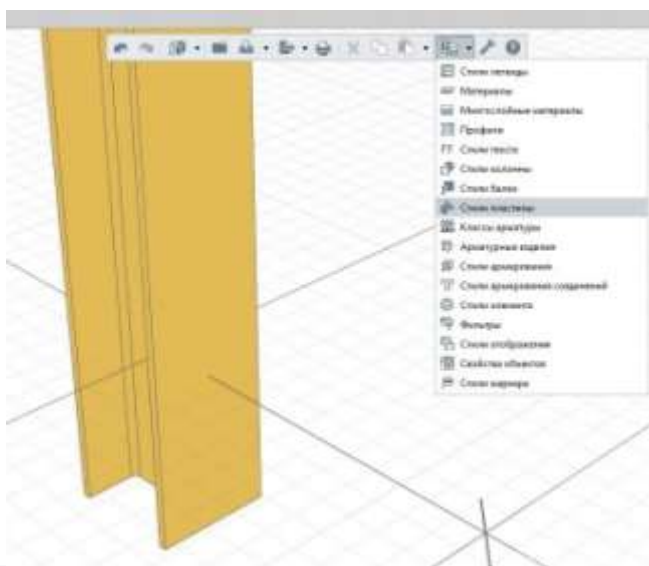

Рисунок 14.3 - Расположение меню стиля пластин
1. Доработать стили пластин, чтобы замоделировать узел (рис. 14.3).